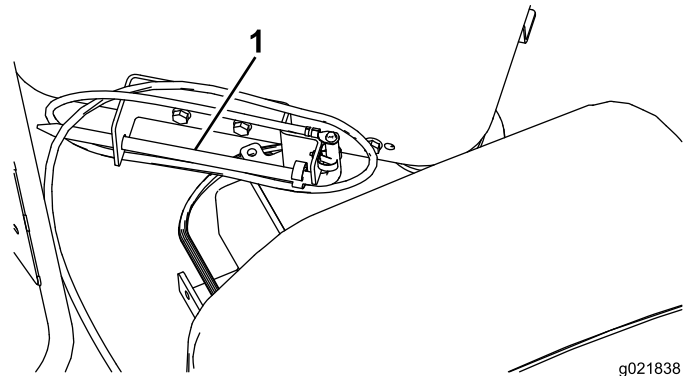

Bild 31
8. Verstauen Sie den Erdungsstab in der Halterung an der Bedienerplattform, wie in Bild 31 abgebildet.